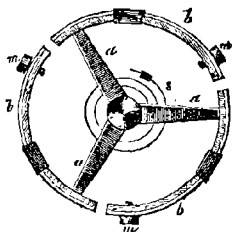

Fig. 148.
l'adaptation du **régulateur à ressort spiral** (fig. 148) ¹. Cette innovation dans la construction de ces instruments opéra une révolution analogue à celle que l'adoption du pendule avait faite dans la fabrication des grosses horloges et des **horloges de chambre**. On admet généralement qu'elle eut lieu en 1675, et l'on en fait honneur à Christian Huyghens, célèbre mathématicien hollandais, à qui l'idée première en fut vivement disputée par le physicien anglais Robert Hooke et l'abbé Hautefeuille, d'Orléans. L'année suivante, parurent à Londres les **montres à répétition**, qui furent inventées presque en même temps par trois horlogers différents, Quare, Tompion et Barlow. La première qu'on vit en
1. La fig. 148 représente le balancier compensé tout entier, dans lequel *bbb* sont des arcs formés de rubans d'acier et de zinc soudés ensemble, munis de masses pesantes *mmm*, et portés par des branches de laiton *aaa*: *s* est le spiral.